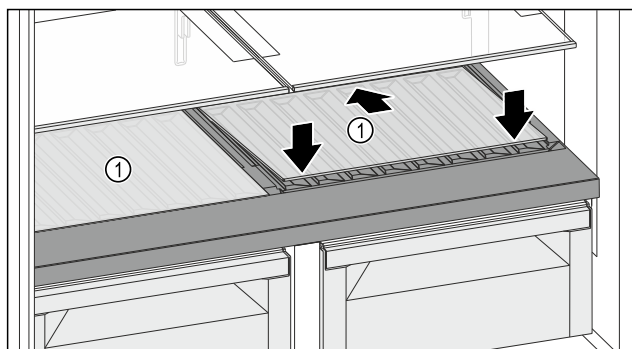

Fig. 124
- Вставте складну полицю Fig. 124 (1) під кутом, нахиливши назад і донизу.
- Опустіть складну полицю Fig. 124 (1) вперед.